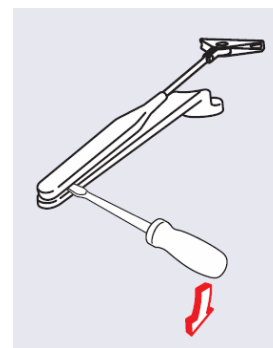

Рис. 13
- При помощи плоской отвертки разъедините между собой регулируемый и нерегулируемый рычаги (**рис. 13**).